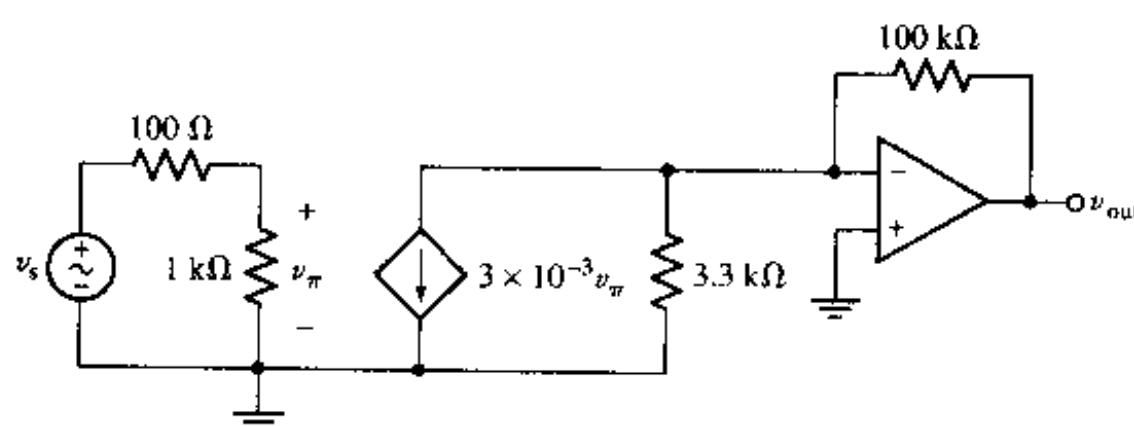

图 6.34
13. 如果图 6.34 所示电路中 $v_i = 5 \sin 3t$, 计算 $t = 0.25$ s 时的 v_{out} 。
14. 对于图 6.34 中的电路,采用合适的电路分析方法来计算 v_{out} 。